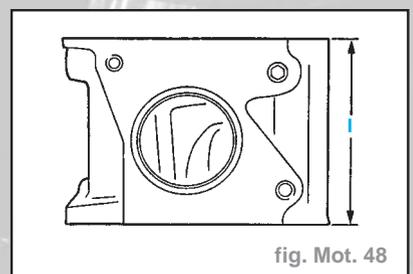

fig. Mot. 48
- Mesurer la hauteur de la culasse (entre plans d'étanchéité) (fig. Mot. 48) :